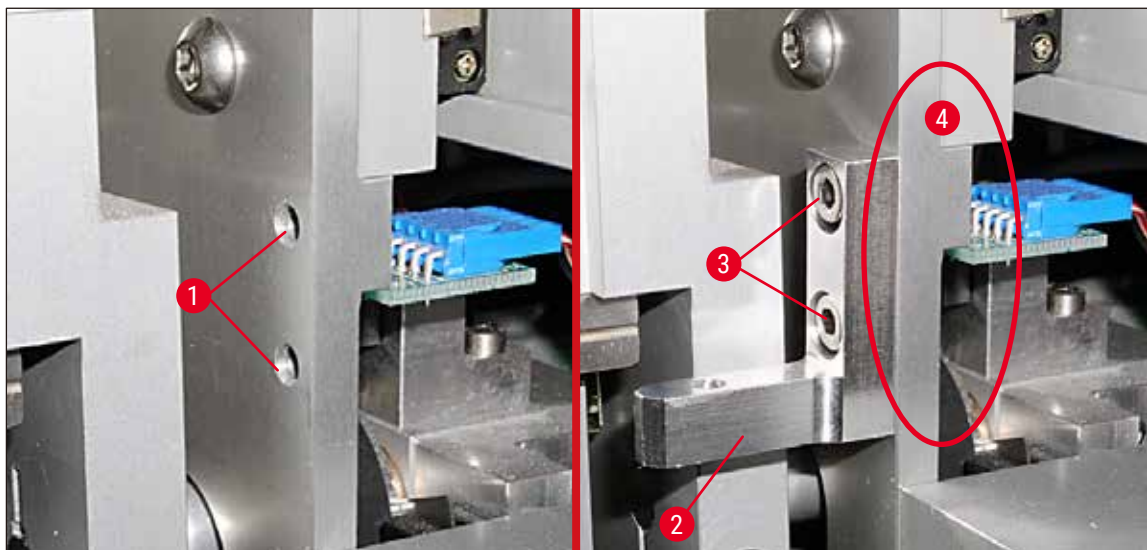

図21
2. まずマウンティングブラケット (→ 図21-2) を2本のネジ (→ 図21-3) でハウジング壁 (→ 図21-4) の穴 (→ 図21-1) に固定します。マウンティングブラケットがハウジング壁のエッジと平行になるように、注意してください (楕円、(→ 図21))。
2. スライドのエッジがブラシホルダーのカバーに接触する場合は、ハウジング壁のネジ (→ 図 21-3) を緩め、微調整を行うことができます (→ 図 21)。調整にはネジ穴の遊びを利用します。